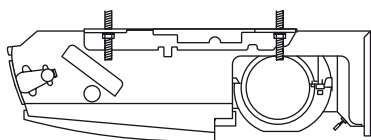

Fig. 3-15
c) Stringere i 2 dadi esagonali di ciascun bullone di sospensione per sospendere l'unità interna nel modo visto in Fig. 3-15.